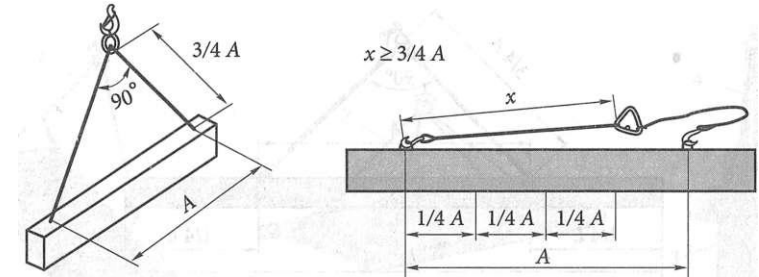

Рис. 1.10. Подбор стропа по длине:
- необходимо убедиться, что **длина x** ветви стропа (рис. 1.10) составляет не менее $3/4$ расстояния A между местами строповки. При выполнении данного условия угол между ветвями стропа будет не более 90° .